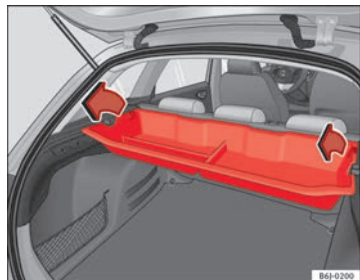

Abb. 97 Ausbau des Ablagefachs
- Hutablage herausnehmen und die Enden des Ablagefachs nach oben ziehen ⇒ Abb. 97.